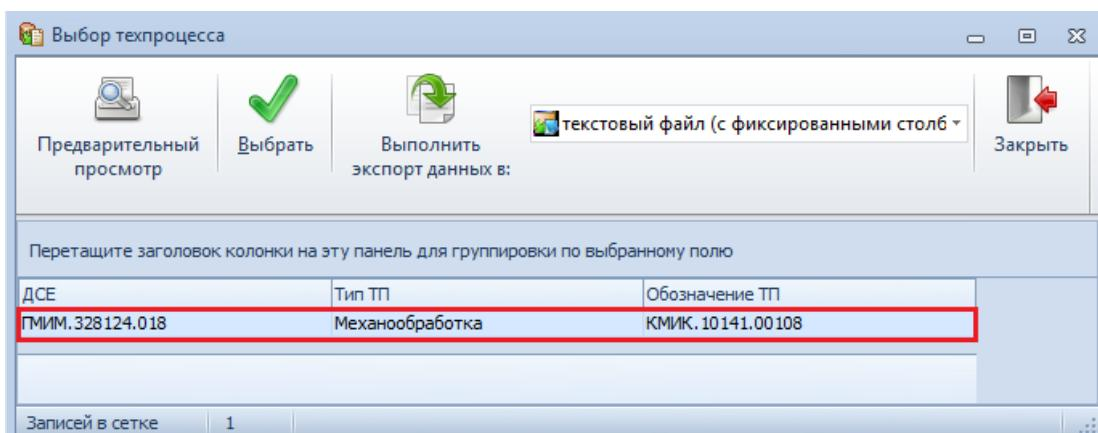

Рисунок 99. Пример выбора техпроцесса
12.3.2. В поле «**Обозначение**» выбрать из списка в окне «**Выбор техпроцесса**» обозначение техпроцесса, который соответствует, выбранному ранее, первому элементу маршрута (рис. 99).